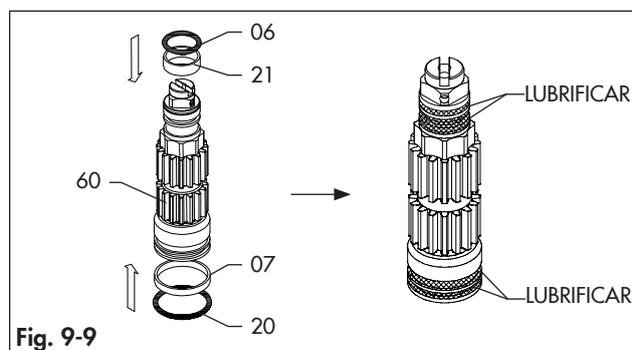
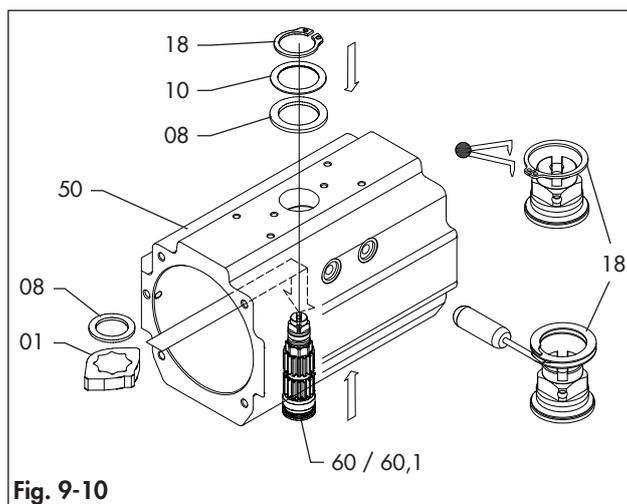
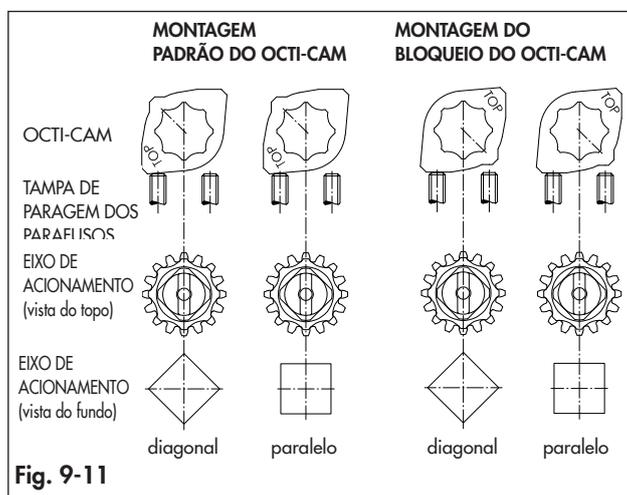

Fig. 9-9
Fig. 9-10
Fig. 9-11
Consulte a Fig. 9-1, Fig. 9-9, Fig. 9-10 e Fig. 9-11.
- Coloque o rolamento superior do eixo de acionamento (06) e o rolamento inferior (07).
- Lubrifique e coloque a junta tórica superior do eixo de acionamento (21) e a junta tórica inferior (20).
- Lubrifique a superfície externa dos rolamentos e as juntas tóricas colocadas no eixo de acionamento (60 / 60.1) conforme a Fig. 9-9.
- Insira parcialmente o eixo de acionamento (60 / 60.1) no corpo (50). (Fig. 9-9)
- Coloque o octi-cam (01) através do corpo (50) no eixo de acionamento (60 / 60.1). Consulte a Fig. 9-11 para o posicionamento correto do octi-cam (01) dependendo da configuração do conjunto do atuador.
- Coloque o rolamento de pressão interno (08).
- Insira completamente o eixo de acionamento (60 / 60.1) no corpo (50).
- Coloque o rolamento de pressão externo (08) e a anilha de pressão (10).